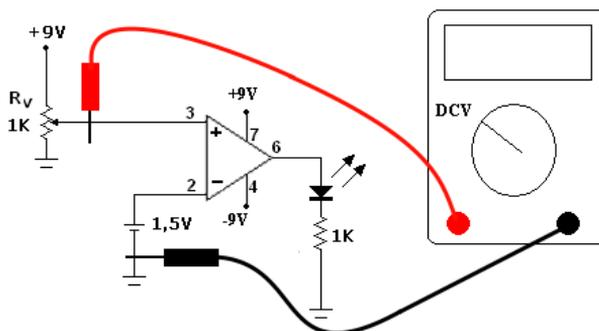
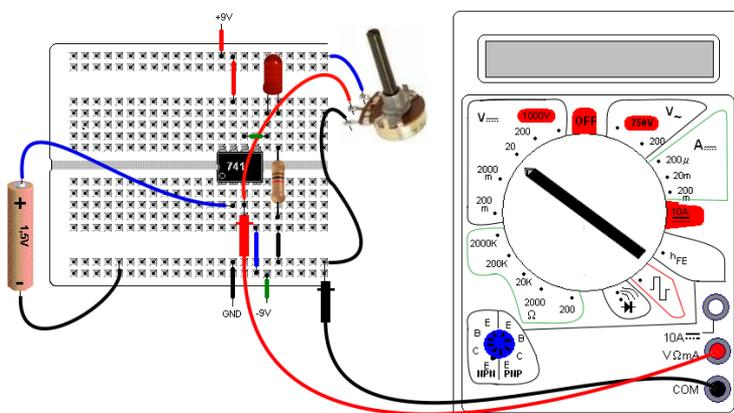

Figura 2 – Comparador de nível não inversor - circuito
Figura 3 – Comparador de nível não inversor - *Layout* na MP
- 1) Monte o circuito da Figura 2, comparador de nível, na MP de acordo com *layout* sugerido da Figura 3. Varie o potenciômetro verificando o que acontece com o LED na saída.